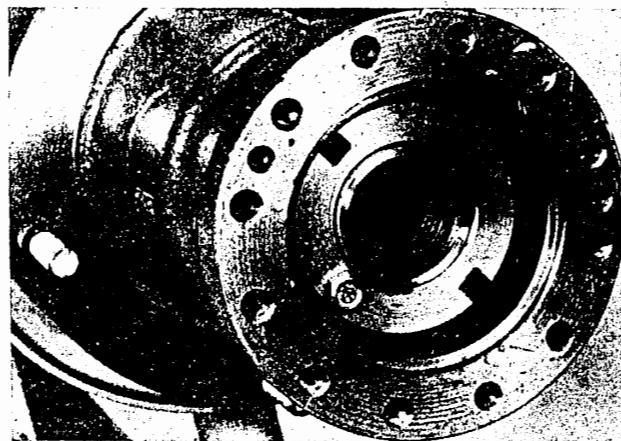

Bild H 38. Nutmutter gesichert
4. Scheibe beilegen, Nutmutter aufschrauben und mit Sechskantschraube sichern (Bild H 38).